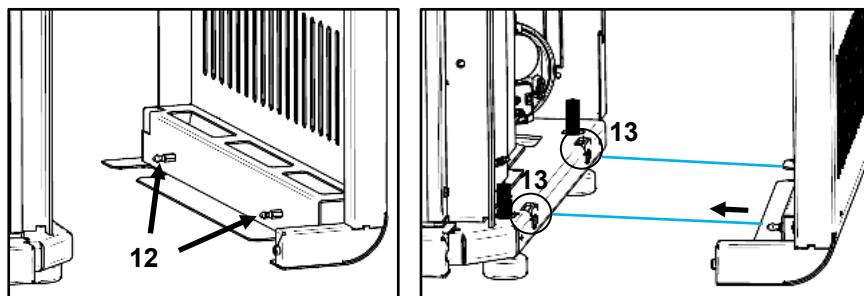

Figura 45 – Fixação das envoltentes Olive
k) De seguida colocar as envolventes laterais; encaixar primeiro os apoios **10** nos rasgos **11** e depois encaixar os pernos **12** das envolventes laterais, nas molas **13** que se encontram no equipamento, como demonstra a Figura 45.